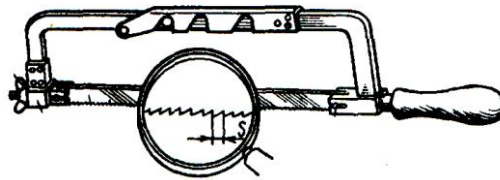

Рис.1
<p>1. Отработка приемов точности нанесения ударов</p>	<p>1. Взять отрезок стальной полосы и обозначить на ней мелом условные места для нанесения ударов – кружочки разных диаметров. (Рис 1а) 2. Взять молоток и полосу. Принять рабочее положение. Стоять прямо, свободно, устойчиво. 3. Положить полосу на плиту так, чтобы метки находились в пределах плоскости плиты, плотно прилегая к ней. (Рис. 1б). 4. Выполнить упражнение на точность нанесения локтевых ударов (Рис. 1в).</p> <div data-bbox="1181 268 1484 784"> </div> <p align="right">Рис. 1</p>
<p>1. Очистка кромки и поверхности пластины</p>	<p>1. Очистить кромки и поверхности пластины в местах сварки от ржавчины, и других загрязнений металлической щеткой (рис.1), от ржавчины - УШМ (рис 2).</p> <div data-bbox="542 1702 1452 2038"> </div> <p align="center"> Рис. 1 Рис. 2 </p>
1. Подготовка ножовочного полотна к работе	<ol style="list-style-type: none"> 1. Выбрать ножовочное полотно. 2. Установить ножовочное полотно в прорези (или на штифтах) головки ножовки (Рис.1): <ul style="list-style-type: none"> - зубья должны быть направлены от ручки ножовки; - вставить полотно отверстиями в штифты головок ножовки. 3. Выполнить натяжение ножовочного полотна. 4. Повернуть натяжение полотна легким нажатием пальца на полотно сбоку.
<p>1. Демонстрация рабочего положения при опиловании</p>	<p>1. Стоять перед тисками прямо и устойчиво вполоборота к ним, под углом 45° к оси тисков.</p> <p>2. Поставить ступни ног под углом $60 - 70^\circ$ одна к расстоянию между пятками – 200 – 300 мм</p>  <p>другой; (Рис.1). Рис. 1</p>